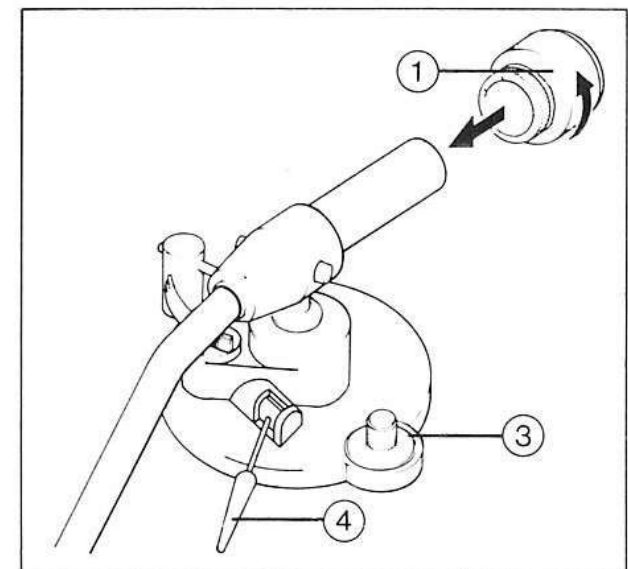

Bild 3
Anschließend schieben Sie das Tonarm-Balancegewicht ① mit dem Einstellring ② für die Auflagekraft durch Drehen gegen den Uhrzeigersinn auf den Tonarm ⑥ (Bild 3).